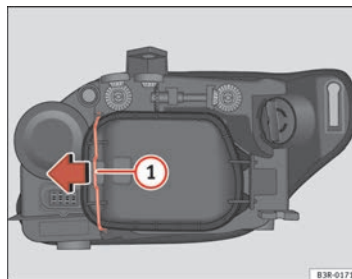

Fig. 214 Luci di posizione (lato interno veicolo)
- Far scorrere il tirante ⇒ pag. 283, fig. 214 ① nel senso della freccia e sfilare la copertura separando prima il lato del tirante ed estraendo dopo le due linguette dell'estremità opposta.